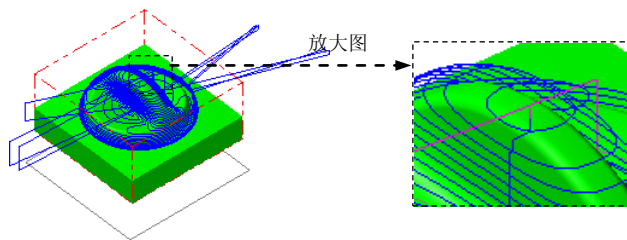

图 10.1.15 刀具路径
Step9. 单击“曲面粗车-外形”对话框中的  按钮，完成加工参数的设置，此时系统将自动生成图 10.1.15 所示的刀具路径。